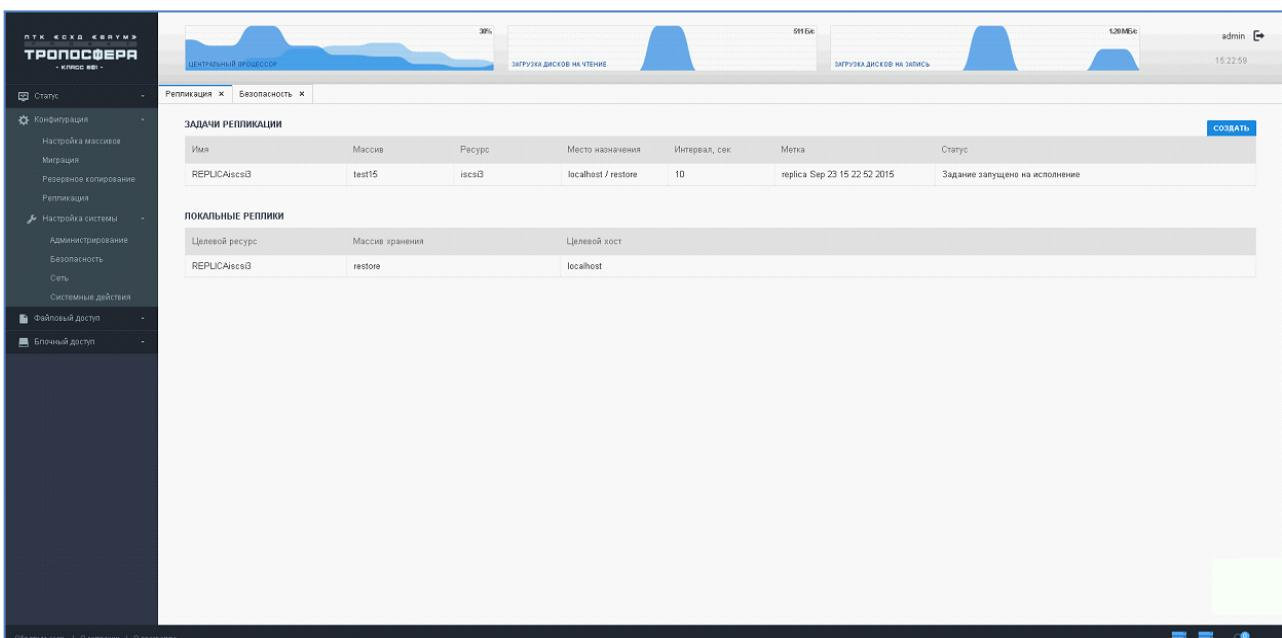

Рисунок 38 - Репликация
- 1) Перейдите на вкладку «Репликация» [выберите «Конфигурация» → «Репликация»] (Рисунок 38).